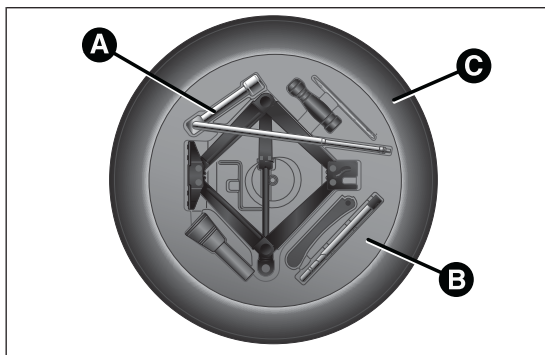

fig. 143
- ☐ utilizzando la chiave A fig. 143 ubicata nel contenitore portattrezzi, svitare il dispositivo di bloccaggio, prendere il contenitore portattrezzi B e portarlo accanto alla ruota da sostituire. Successivamente prelevare il ruotino di scorta C;